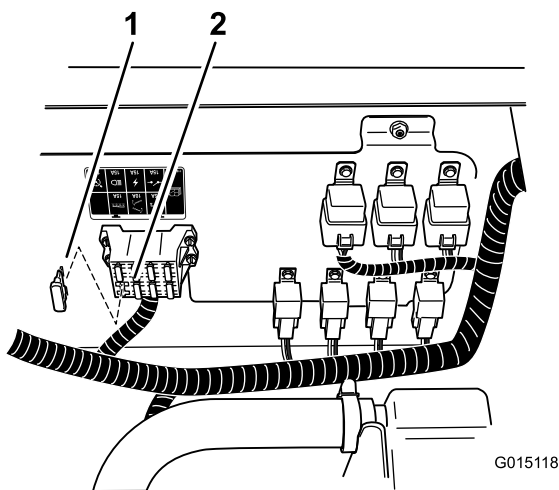

図 30
6. ヒューズブロックに 10 A ヒューズを取り付ける (図 30)。